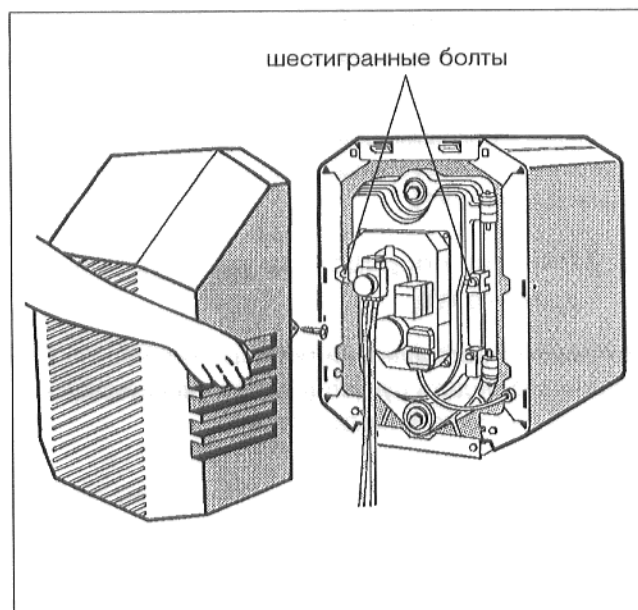

Рис. 38
- Вывинтить оба шестигранных винта слева и справа у дверцы горелки (рис. 38) и открыть дверцу горелки.
- Закрывать дверцу горелки и закрепить двумя шестигранными болтами (рис. 38). Затяжку болтов производить равномерно.